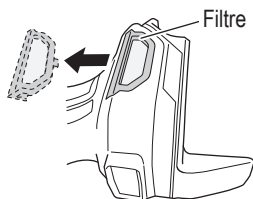

Fig. 22
- Si la maille est bouchée et que les débris ou la poussière ne peuvent pas être retirés, détachez le filtre et nettoyez-le avec un pistolet pneumatique ou autre (Fig. 22).